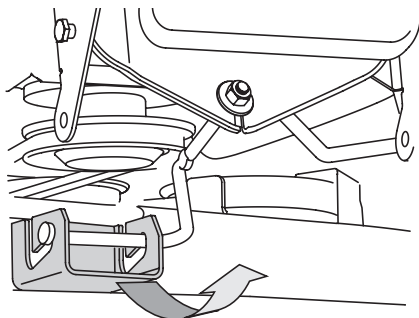

Figure 32
8. Pour les plateaux de coupe de 38 po, faites glisser le plateau de coupe vers l'avant du tracteur tout en dégageant le support avant des crochets. Voir Figure 32.